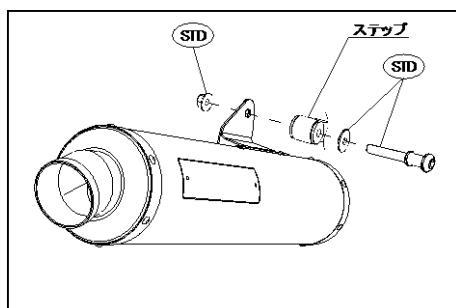

図 2
- ② マフラーを車体へ仮組みします。
- 注意：サイレンサーステーは、タンデムステップ内側(車体とステップの間)になるようにして下さい(図. 2)